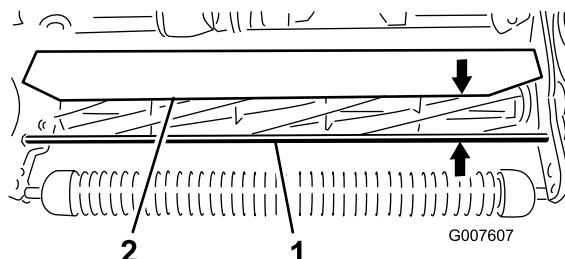

Figura 52
- Misurate la distanza tra la parte superiore dell'asta di supporto anteriore e il bordo anteriore del deflettore su ogni estremità dell'apparato di taglio (Figura 52).